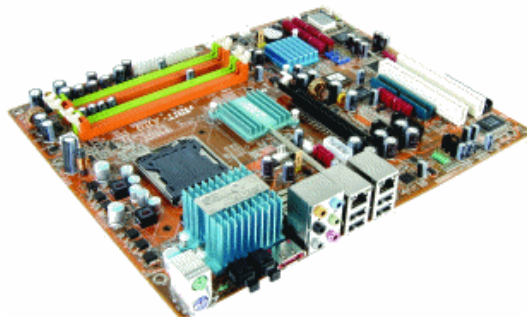

图 3.69
(2) 配置点评：高端游戏型电脑追求的是流畅的游戏速度、华丽的游戏画面和舒适的游戏体验效果。Core 2 Duo E6300 CPU 无疑是 2006 年最热门的处理器的，其性能和功耗都在原来奔腾 D 上有了很大改进，即使价格高达 1490 元，仍具有不错的性价比，是高端游戏电脑的首选，而要与处理器 Core 2 般配，自然使用 P965 主板。现在 1G 的内存已经成为主流标准配置，先购买单条 1G，等系统升级到 Vista 后再加一条 1G 内存组成双通道。2006 年年底刚刚降价的 7900GS 显卡成为了又一中高端用户首选，有些狂热的游戏迷可能会嫌它性能不够强劲，还要选更高端的显卡，但笔者一向反对使用顶级显卡，顶级显卡都处于暴利期，价格可能跌幅巨大，贬值迅速，更重要的是，1000 多元的显卡性能已经足够了，等这块显卡不足以流畅玩转自己想要玩的游戏时，再将省下的钱重新买一块新的显卡，绝对比现在直接买顶级显卡划算很多。
(3) 产品介绍：升技 AB9 由 Intel P965 北桥芯片和 Intel ICH8 南桥芯片组成，全面支持 Intel 新一代 65nm 双核心处理器，其中包括 Pentium 4、Pentium 4 XE、Celeron D 以及 Pentium D 处理器等。该主板采用 533/800/1066MHz 前端总线设计，支持 DDR II 533/667/800 双通道模式，如图 3.69 所示。主板提供 6 个 SATA 驱动器接口，其中 ICH8 提供 4 个，第三方芯片提供 2 个外加一个 PATA 接口。另外，主板集成了 Azalia 8 声道 ALC882D 音效声卡，Realtek 的 RTL8111B 网络芯片，提供千兆网络功能。还值得一提的是，主板使用无铅工艺设计制造，符合 RoHS 环保标准。